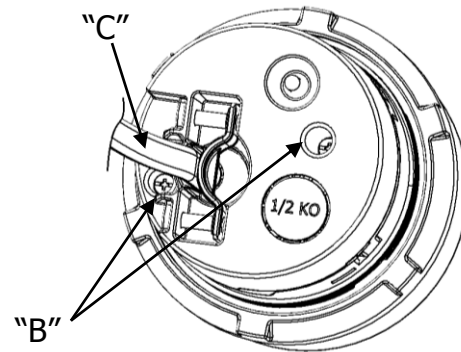

Fig. 3
- Pour les câbles sous gaine non métallique n° 14 AWG, retirer la débouchure en demi-cercle "E" du boîtier de câblage en aluminium "A" (consulter la Fig. 4). Retirer la gaine du câble pour exposer les fils sur 10 cm. et faire passer le câble par la fente. Fixer le câble à la gaine avec le serre-cordon (Fig. 3), puis serrer à un couple de 0,9-1,1 N•m.
○ For #14 AWG non-metallic sheathed cable, remove the semicircle Knockout "E" from aluminum wiring housing "A" (see Fig. 4). Remove cable jacket to expose 4 inch long wires, feed the cable through the slot, secure the cable on the jacket with the wire clamp (Fig.3), torque to 8-10 lb•in [0.9-1.1 N•m].
○ Pour les câbles sous gaine non métallique n° 14 AWG, retire le semicirculo Knocaut "E" de la caja de cableado de aluminio "A" (ver Fig. 4). Quitar el forro del cable para exponer los cables 4 pulg.(10 cm), pasar el cable por la ranura. Fije el cable en el forro con la abrazadera de alambre (Fig. 3), par a 8-10 lb•in [0.9-1.1 N•m].